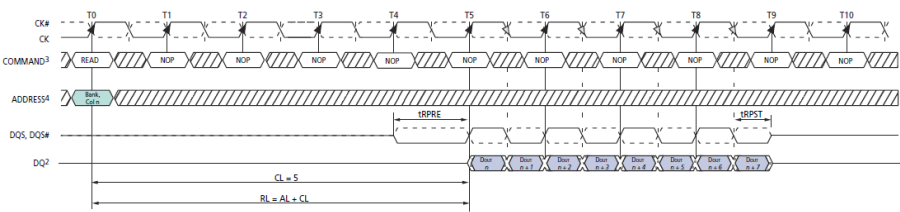

图 1-5 DDR3 SDRAM 读时序
DDR3 SDRAM 读操作时序如图 1-5 所示。图中命令 (Command, 简称 CMD) 由 RAS_n, CAS_n 和 WE_n 三个信号组成。对于读操作, RAS_n=1, CAS_n=0, WE_n=1。该图中, Cas Latency (CL) = 5, Read Latency (RL) = 5, Burst Length = 8。控制器发出 READ 命令后, 经过 CL 个时钟周期, SDRAM 开始驱动 DQS 和 DQ 总线输出数据。DQ 数据信号和 DQS 信号是边沿对齐的。在 DQS 的起始, DQ 传输数据之前, DQS 信号会有一个时钟周期长度的低电平, 称为读前导 (read preamble)。